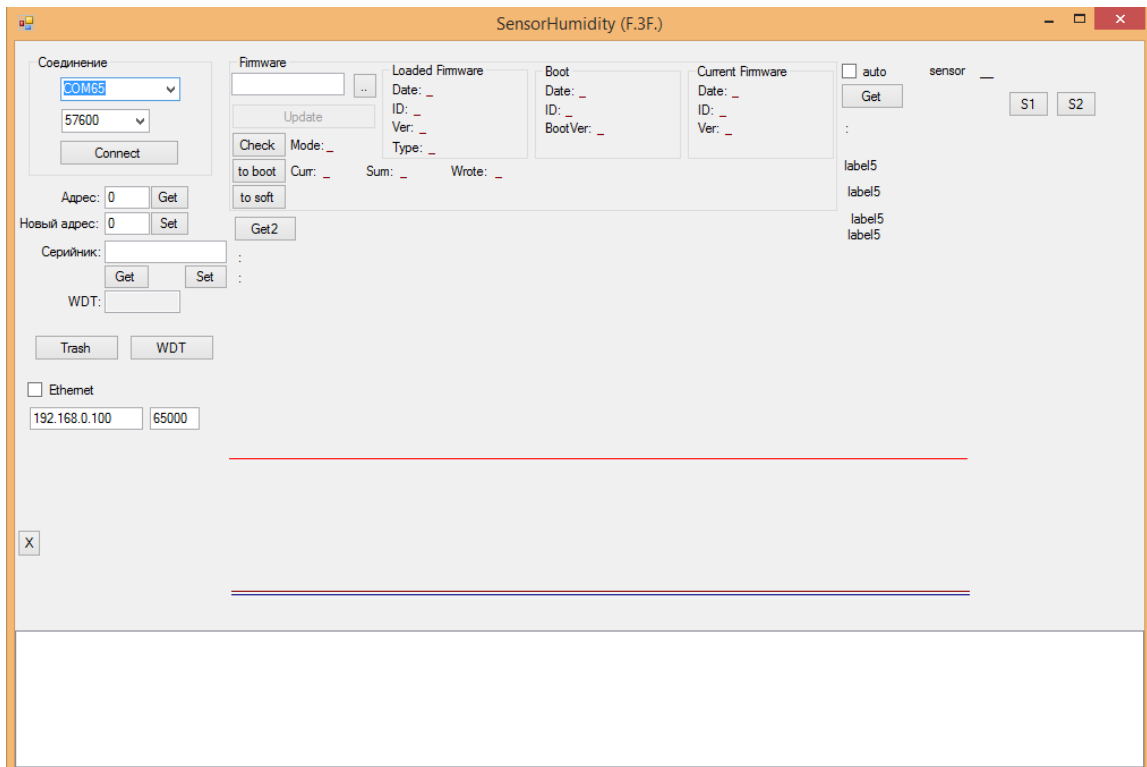

Рисунок 6
- 5) Выбираем COM порт и нажимаем «Connect». Рисунок 6.